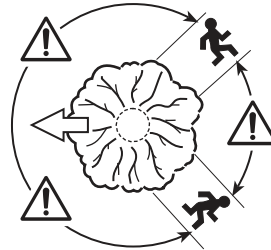

Fig. 38
- > Avant le début de la coupe, il est indispensable de prévoir un itinéraire de retraite et de dégager tous les obstacles. L'itinéraire de retraite doit être dirigé vers l'arrière, en diagonale, du côté opposé à la direction de chute supposée (Fig. 38).